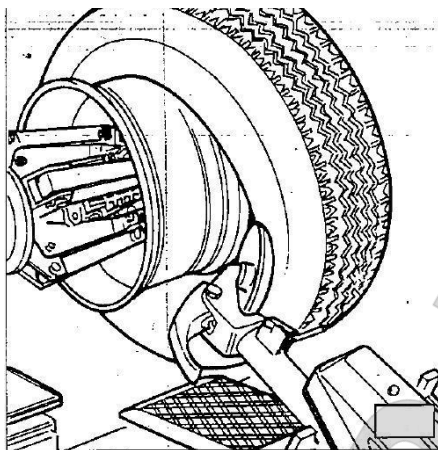

Рис. 7.5
- Если данная процедура не представляет сложности, то после разбортовки можно воспользоваться диском отрыва борта и установить его напротив внутренней плоскости шины. Снять шину с обеих сторон колесного диска (см. рис. 7.5).